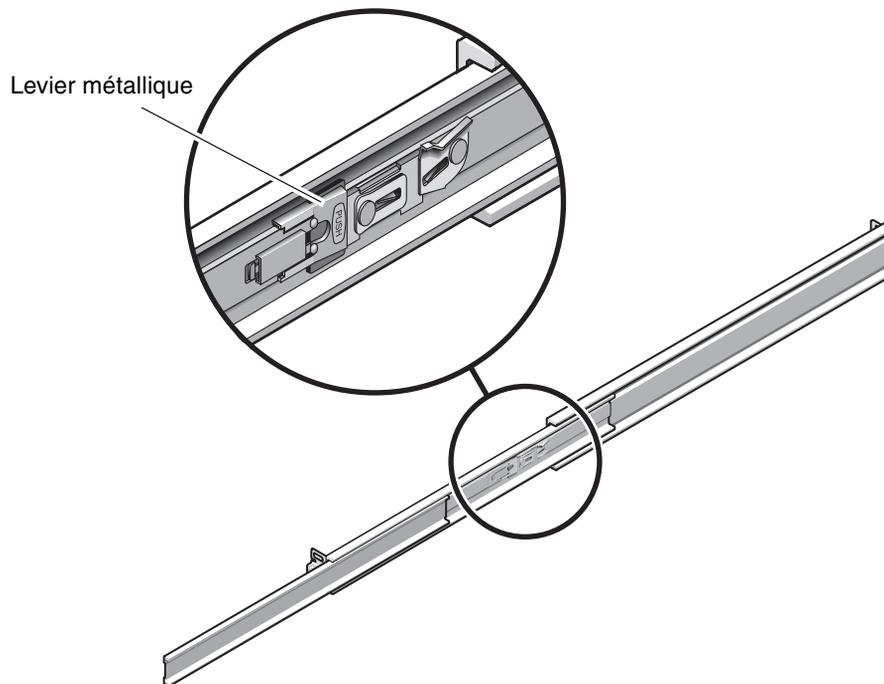

FIGURE 2-3 Déblocage de la partie centrale du rail coulissant
- d. Appuyez sur le levier métallique (étiqueté Push) sur la partie centrale (voir FIGURE 2-3) du rail coulissant, puis repoussez cette partie dans le rack.